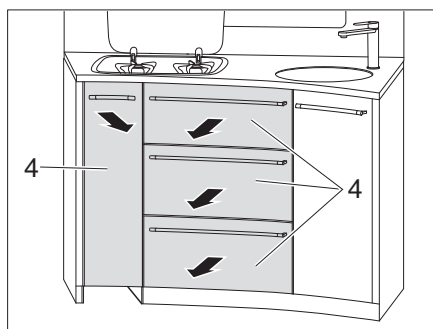

Fig. 133 Extraer los cajones de la cocina
- Extraer los cajones de la cocina (Fig. 133,4).